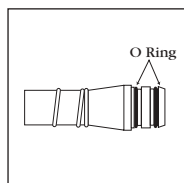

Figure 5
• **Solution:** Enlevez le bec et nettoyez les débris. Toujours utilisez un nouveau kit de bec et/ou nouveau sceau approuvé par le manufacturier. (Voir Fig. 5)
✓ Vérifiez les sceaux du bec afin de vous assurez qu'ils ne sont pas manquants ou fissurés. (Voir Fig.5)